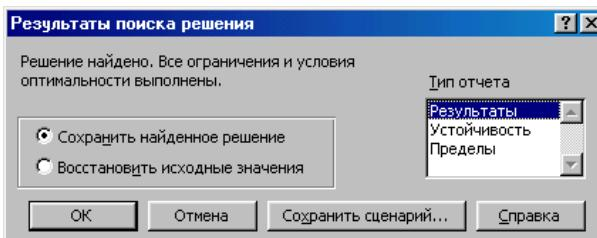

Рисунок 1.5 – Окно «Результаты поиска решения»
– Выбираем команду «Выполнить». На экране появится окно «Результаты поиска решения» (рисунок 1.5). Если модель составлена правильно и имеет решение, в открывшемся окне будет сообщение: «Решение найдено. Все ограничения и условия оптимальности выполнены». В окне «Тип отчета» выберите «Результаты» и нажмите «OK».